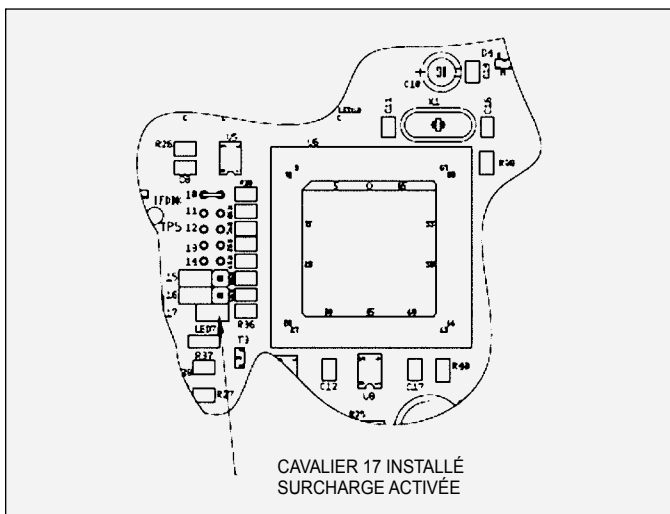

Figure 20 : Emplacement de cavalier - Activation de surcharge
2. Placez le cavalier sur les deux (2) broches à l'emplacement 17 de la carte de circuit imprimé principale (voir Figure 20).